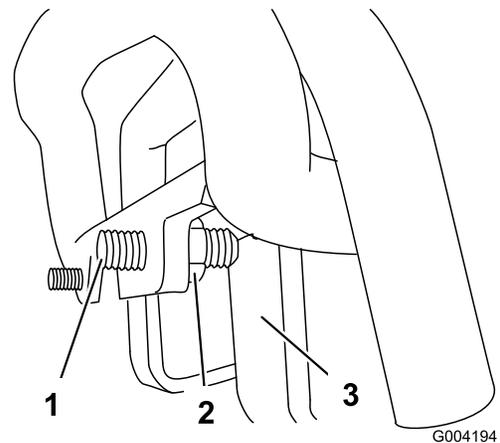

図 52
左側のジャムナットをゆるめて固定ねじの調整を行う 図 52。
- 3. マシンが左にずれていく場合には、走行コントロール前部にある走行固定ねじを固定している**右側の**ジャムナットをゆるめて固定ねじの調整を行う 図 52。